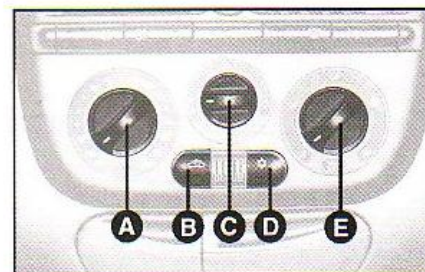

fig. 52
- temperatura do ar nos difusores obtendo a temperatura selecionada pela manopla **A-fig. 52**;
COMANDOS - fig. 52
- girar a manopla **A-fig. 52** em **HI**.
Se a avaria envolve o comando do ventilador **C-fig. 52** e este puder continuar seu funcionamento, será selecionada a 1ª velocidade automaticamente.